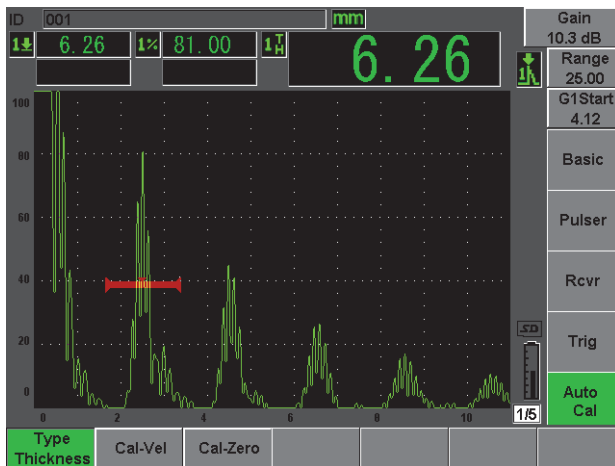

图 2-14 自动校准菜单
4. 选择 **Auto Cal**（自动校准）菜单（参见第 45 页的图 2-14）。